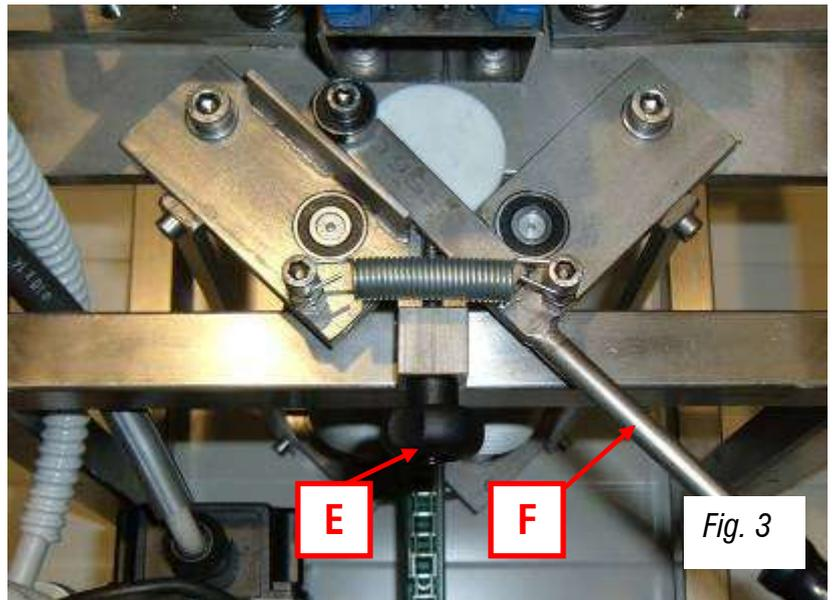

Fig. 3
3.2 ROULEAUX D'OUVERTURE DES CELLULES (fig. 3 - page 30)
Le réglage des rouleaux d'ouverture des cellules s'effectue en agissant sur le bouton fileté (E) placé à la sortie du cadre de la machine et visible sur la fig. 3.